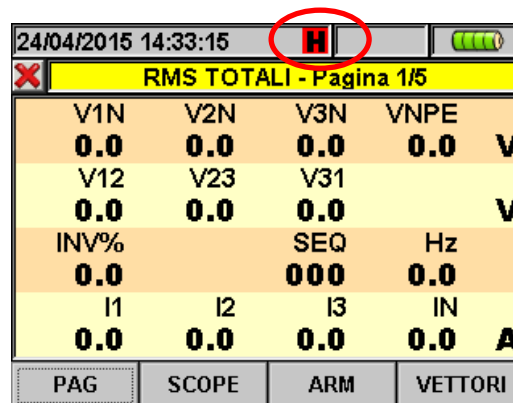

Fig. 4: Attivazione funzione HOLD a display
- ✓ **HOLD:** Funzione che blocca/sblocca l'aggiornamento in tempo reale dei valori in tutte le videate anche durante una registrazione in corso. Il simbolo "H" appare a display ad ogni pressione, come mostrato in Fig. 4: